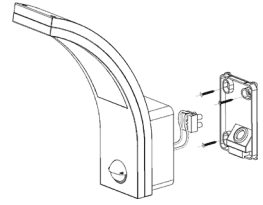

Figura 2
3. Pase el cable a través del orificio en la parte inferior y conecte el cable de alimentación en la columna del cable de conexión de acuerdo con el diagrama del cable de conexión. Instale la lámpara del sensor en la posición que necesita con los tornillos inflados. (refiérase a la figura 2)